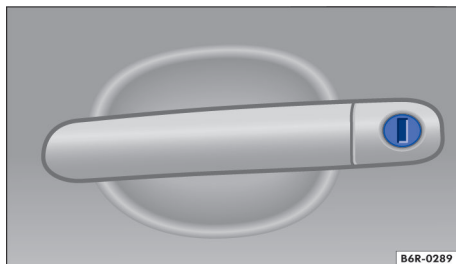

Fig. 48 Maçaneta da porta do condutor com cilindro da fechadura.
- Introduzir a haste da chave no cilindro da fechadura e destravar ou travar o veículo → Fig. 48.